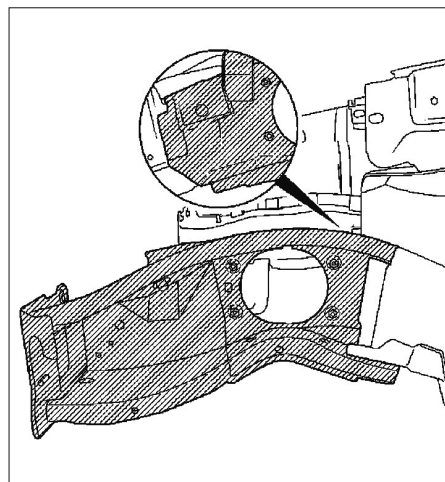

FIG. 17
- Enlever par perçage le longeron (fig. 17).